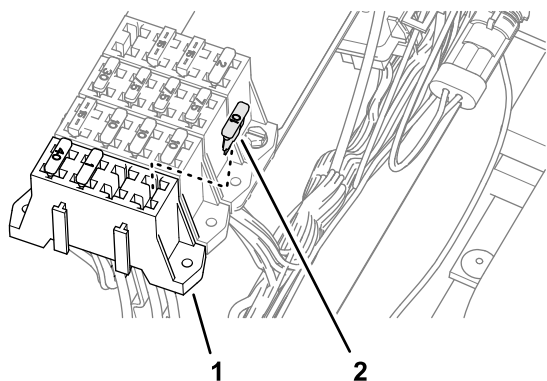

Рисунок 155
2. Вставьте предохранитель (10 А) в гнездо блока предохранителей (Рисунок 155) контура питания вспомогательных устройств, которое вы использовали при выполнении пункта 1.